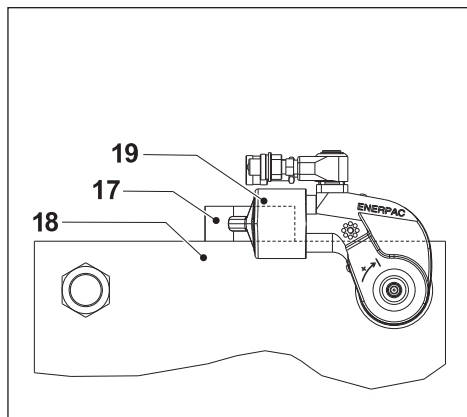

Fig. 10
4.3.2 Utilisation d'un bras de réaction allongé (fig. 10)
- Positionner le pied (17) du bras de réaction allongé de la série SRS (19) contre un point de réaction approprié (18). Ce point de réaction offrira un contrepoint à la force produite par l'utilisation de l'outil.